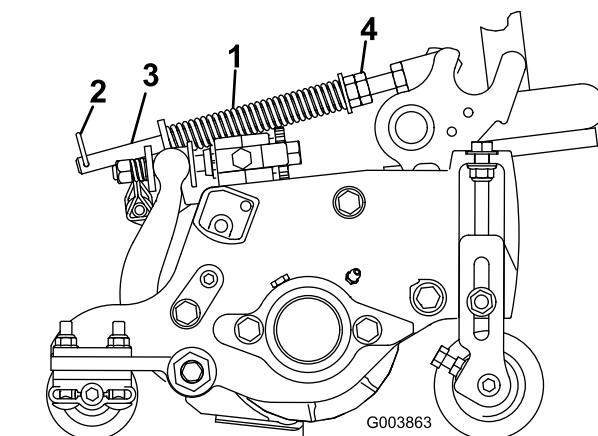

Figura 17
- Asegúrese de que el pasador de horquilla está instalado en el taladro del extremo de la varilla (Figura 17).
- Apriete las tuercas hexagonales del extremo delantero de la varilla del muelle hasta que la longitud comprimida del muelle sea de 15,9 cm (Figura 17).
Nota: Si es necesario retirar la unidad de corte de la máquina, mueva la chaveta al taladro delantero de la varilla del muelle (Figura 17). Asegúrese de mover la chaveta de nuevo al taladro trasero de la varilla del muelle después de reinstalar la unidad de corte en la máquina.